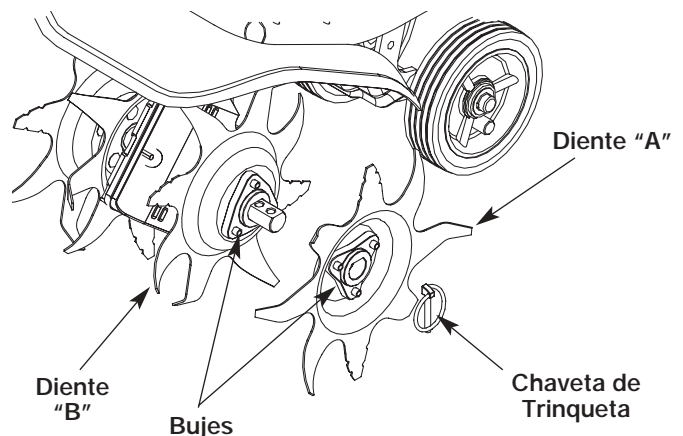

Fig. 15
2. Saque las presillas del pasador de la horquilla y los pasadores de la horquilla (Fig. 15).
5. Ubique un diente A y un diente B en el árbol del diente (Fig. 15).